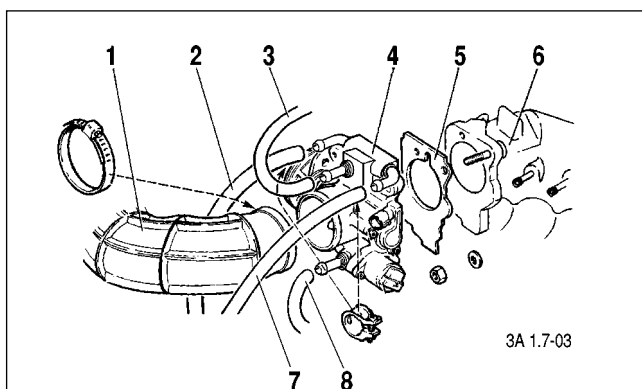

Abb. 1.8-03. Ausbau des Drosselklappenstutzens:
4. Den Schlauch 3 (Abb. 1.8-03) der Kurbelgehäuseentlüftung und den Regenerierschlauch 8 des Aktivkohle-Behälters lösen.